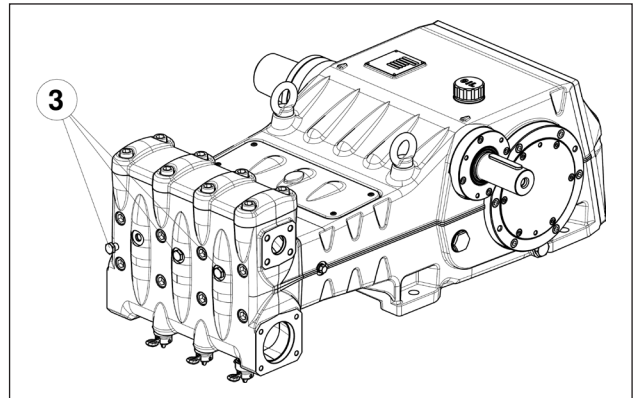

Abb. 11
**Bei etwaige Ansaugproblemen durch unzureichende Versorgung können Sie die drei frontseitigen Verschlüsse (nicht bei Version LK360) abnehmen, siehe in Pos. ③ Abb. 11.**